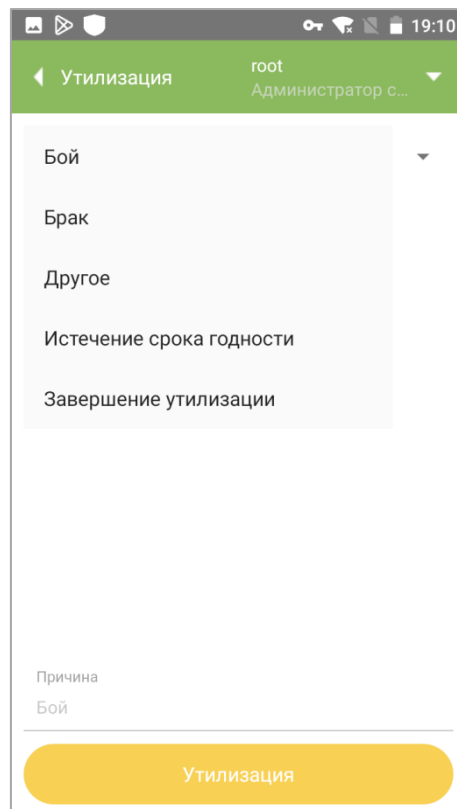

Рисунок 16.2
2. При необходимости изменить причину утилизации, выбрав из выпадающего списка (Рисунок 16.2). Возможны следующие причины: